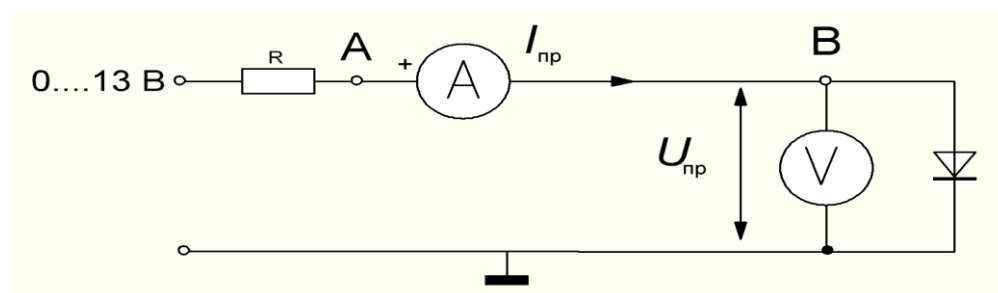

Рис. 3.8
- Соберите цепь (Рис. 3.8.) для снятия прямой ветви вольтамперной характеристики диодов  $R=330 \text{ Ом}$ .